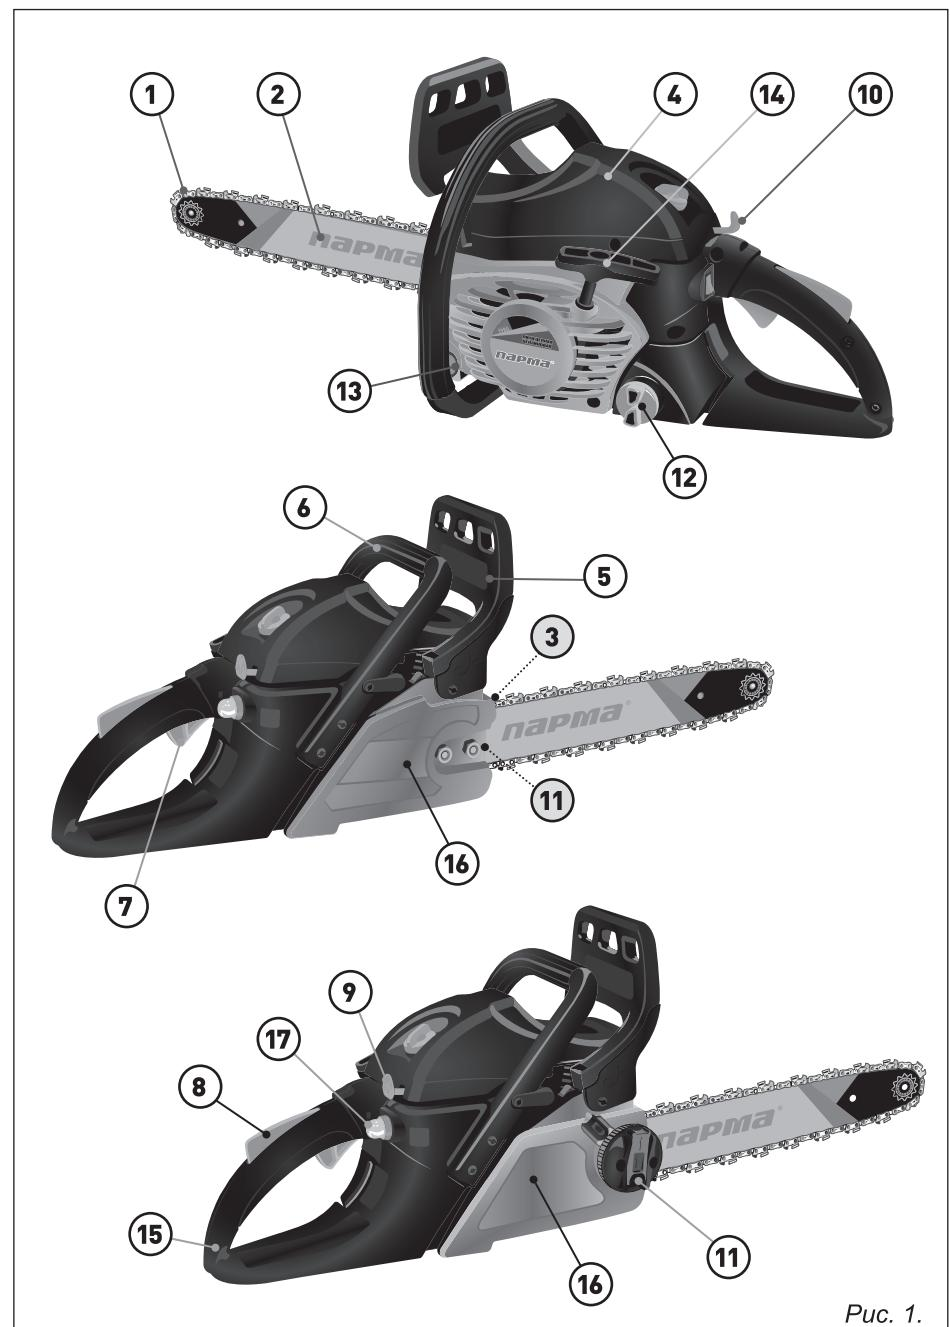

Рис. 1.
### 2. ОСНОВНЫЕ ЭЛЕМЕНТЫ БЕНЗОПИЛЫ (рис. 1)
**Рычаг тормоза цепи** (рис. 1, п. 5) —
**Рычаг воздушной заслонки** (рис. 1, п. 9) —
**Рычаг газа** (рис. 1, п. 7) —
**Праймер** (рис. 1, п. 17) —
**Выключатель зажигания** (рис. 1, п. 10) —